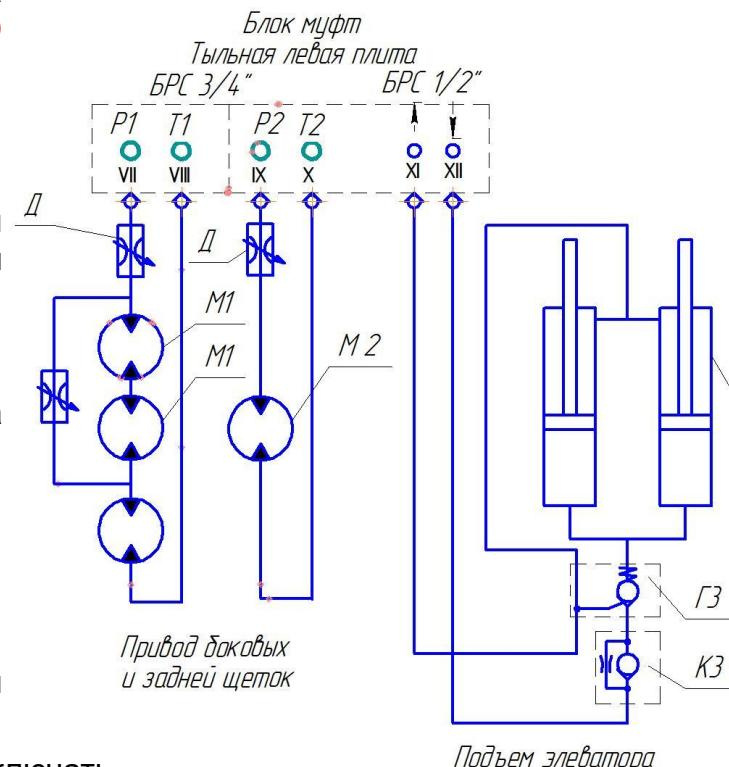

Рис.42. Схема гидравлическая.
- Подключите гидравлические разъёмы (БРС) в соответствии со схемами Рис.42 и Рис.24. Проверьте правильность подключения БРС при помощи включения клавиш на панели управления Рис.8. (на работающем ДВС с включенной КОМ). Вращение щеток клавиша «СЩ», вращение элеватора «ЛО», подъём-опускание «Комбайн» Рис.9.